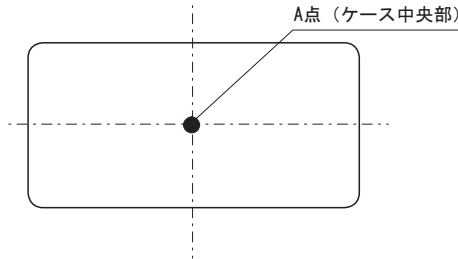

図7.4 MG80温度測定箇所（ケース上面）
■図7.4のA点の温度が図7.5に示す温度以下となるように使用してください。